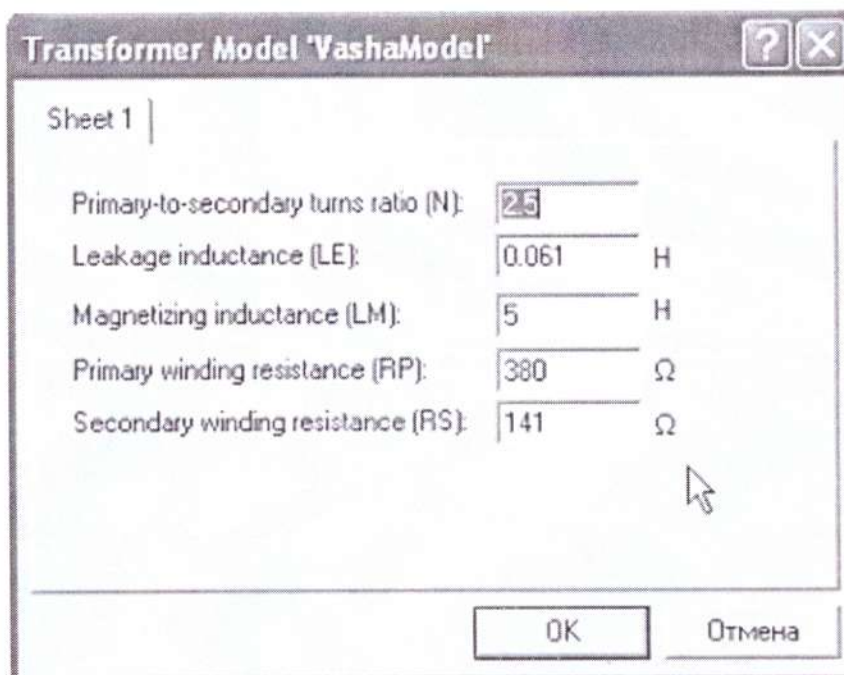

Рисунок 5 – Модель трансформатора
- Secondary winding resistance – Сопротивление вторичной обмотки (Рисунок 5).